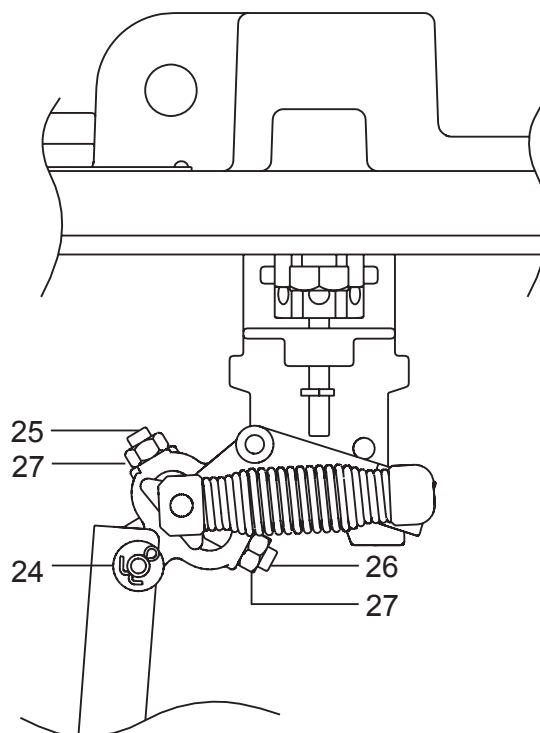

図8
注記：セットねじ（図8の部品25及び26）は工場で調整されたものです。保守作業中に触らないでください。
- a. コネクター・ロットの駆動機構末端からシャフト（図8の部品24）を取り外し、フロート及びコネクター・ロットをピラーの反対側に回転させます。